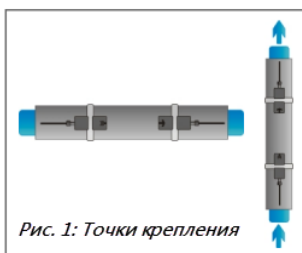

Рис. 1: Точки крепления
- На горизонтальном участке трубопровода устанавливайте датчики на боковой части трубы. На вертикальном участке трубопровода устанавливайте датчики в местах восходящего потока. (Рис. 1)